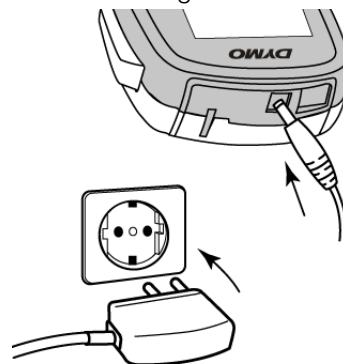

Figure 3
- 2 Branchez l'autre extrémité de l'adaptateur sur une prise secteur. Voir la Figure 3.